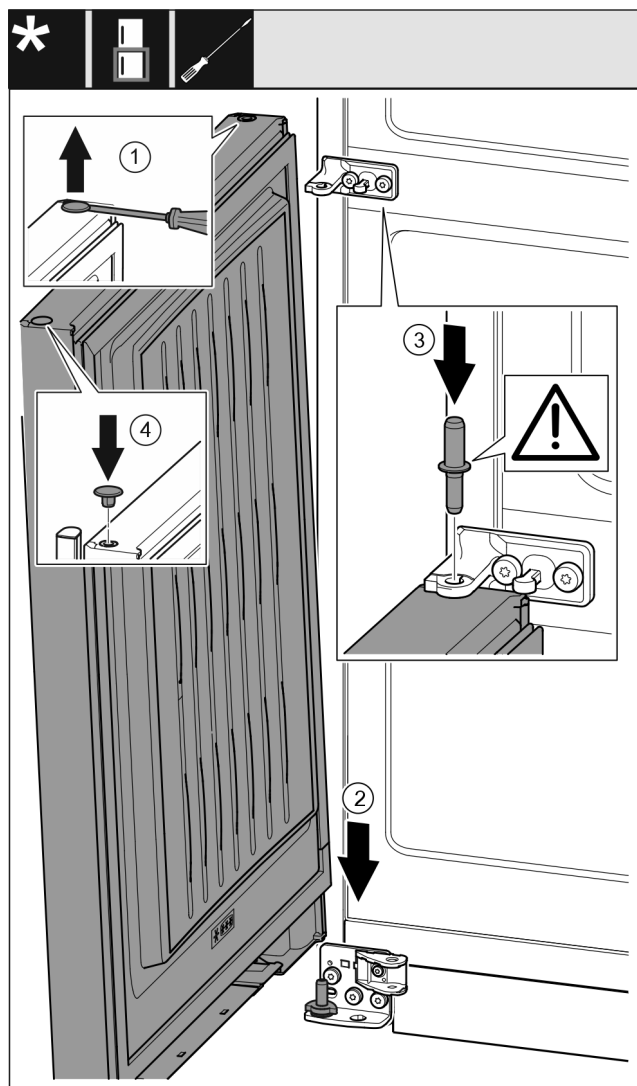

Fig. 55
- Previdno dvignite čep Fig. 55 (1) s ploščatim izvijačem in ga izvlcite.
- Vrata Fig. 55 (2) od zgoraj nasadite na spodnji ležajni sornik.
- Vstavite ležajni sornik na sredini Fig. 55 (3) skozi ležajni podstavek na sredini v spodnjih vratih. Pri tem pazite na to, da je zaskočni zapah obrnjen nazaj.
- Čep Fig. 55 (4) ponovno vstavite na drugi strani vrat.